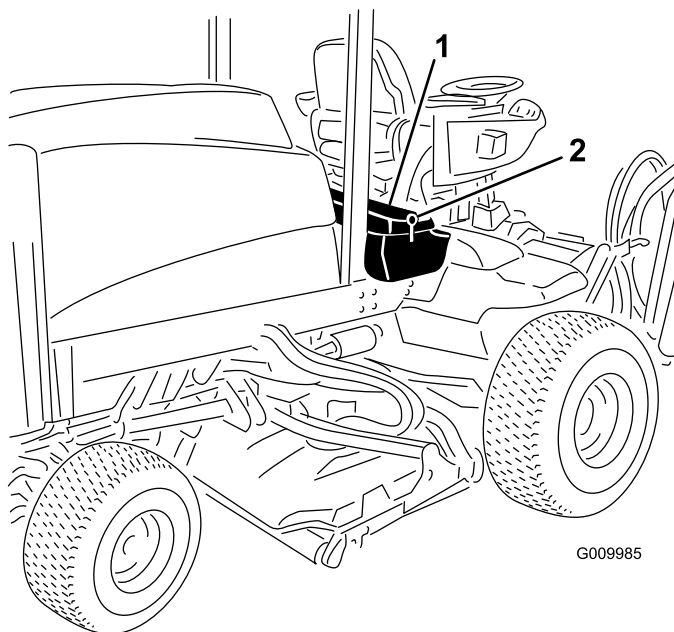

Figura 75
1. Desbloqueie e eleve o painel da consola do operador (Figura 75).